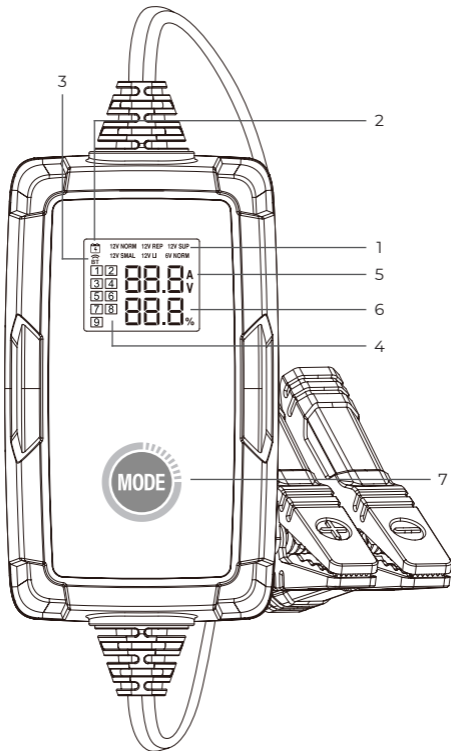

Figura 2.1.1
1. 6 Modos de carga de la batería: bajo el modo independiente, TB6000Pro le proporciona 6 modos diferentes de 12V/6A Normal, 6V/3A Normal, 12V/3A Bajo, 12V/6A Batería de iones de litio, 12V/1A Reparación, 12V/6A Suministro. (Consulte la Figura 2.1.1) Una vez que el cargador esté conectado al teléfono a través de BT, puede personalizar el proceso de carga y los parámetros. (Para más detalles, consulte la Sección 3)